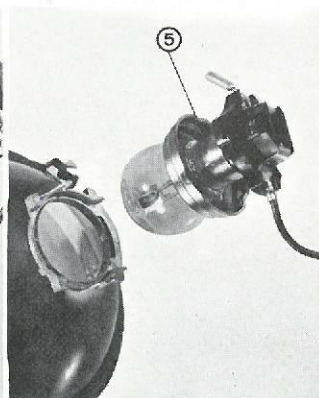

Abb. 6
- Schließen Sie die Glühbirne und ihren Ring wieder am Kontaktstück an ⑤ (Abb. 6).
- Bringen Sie das Ganze in die Öffnung hinten im Scheinwerfereinsatz und achten Sie darauf, daß der am Ring der Glühbirne sitzende Einstellzapfen in die hierfür vorgesehene Kerbe einrastet (Abb. 6).